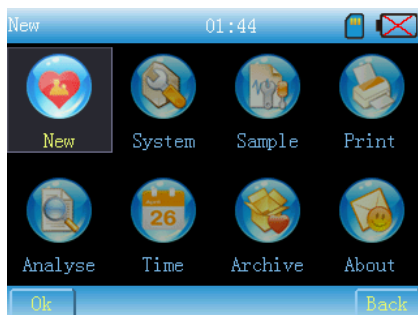

Fig. 7-5
3. **Menu** Haga clic en este icono o en la tecla de menú para acceder al menú principal, como se muestra en la Fig.7-5.